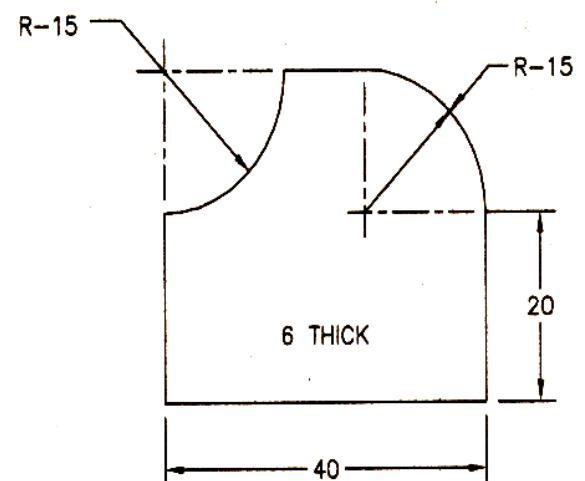
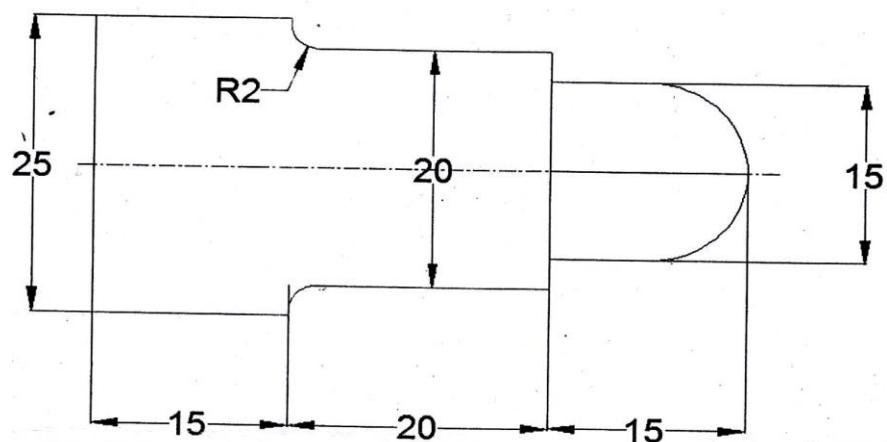

Figure-2
Figure-3
- (d) Write a CNC part program for the component shown in figure-3, to be prepared on CNC turning centre 04
- (S) CNC ટન્નીગ સેન્ટર ઉપર તૈયારકરવા માટે આફુતિ -3 માં દર્શાવેલ દાગીના માટે CNC પાર્ટ પ્રોગ્રામ લખો. 04
- (d) Write a CNC part program for the component shown in figure-2, to be produced on CNC machining centre. 04
- (S) CNC મશીન્નીગ સેન્ટર ઉપર તૈયાર કરવા માટે આફુતિ -2 માં દર્શાવેલ દાગીના માટે CNC પાર્ટ પ્રોગ્રામ લખો. 04